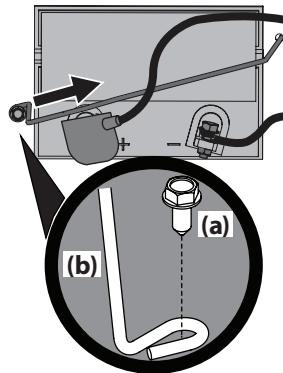

Figure 18
1. Retirez le boulon hexagonal (a) qui fixe la tige de retenue de la batterie (b) au châssis. Faites pivoter la tige de retenue de la batterie (b) vers le haut et retirez la batterie. Voir Figure 18.